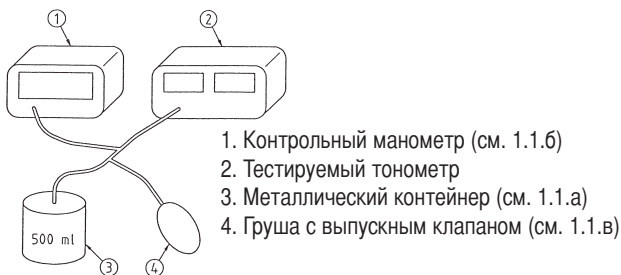

Рис. 1. Тестирование устройства для определения пределов погрешности измерений давления.
- а) Замените в устройстве манжету на металлический контейнер (см. 1.1 а). Подсоедините отрегулированный манометр (см. 1.1 б) к коннектору манжеты (см. рис. 1), используя "Т" коннектор и трубки (см. 1.1. г). При помощи дополнительного "Т" коннектора подсоедините грушу (см. 1.1.в) к пневматической системе.